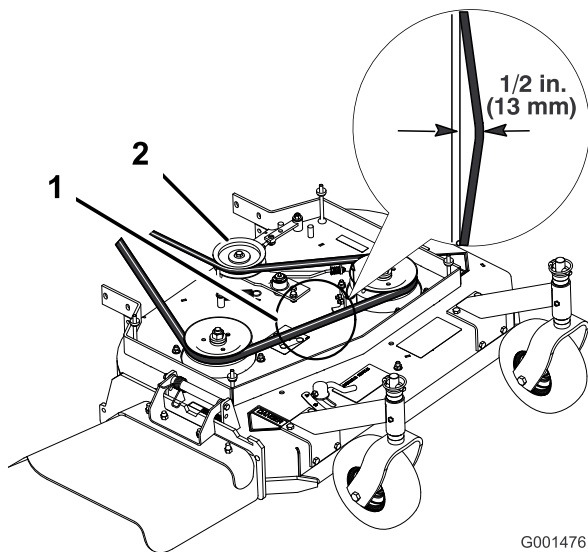

Figura 34
4. Retire la polea tensora y la correa desgastada (Figura 34).
Nota: La tensión correcta de la correa del cortacésped es de 44-67 N (10-15 lbf.) con la correa desviada 13 mm (1/2 pulg.) en el punto intermedio entre las poleas (Figura 34).